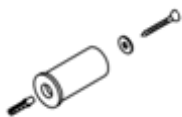

Fig. 2
4. Coloque os suportes na parede com maior diâmetro ($\varnothing$ 26) (como se mostra na figura) com os 4 parafusos para as buchas de 8 mm e as 4 arruelas correspondentes (Fig. 2).